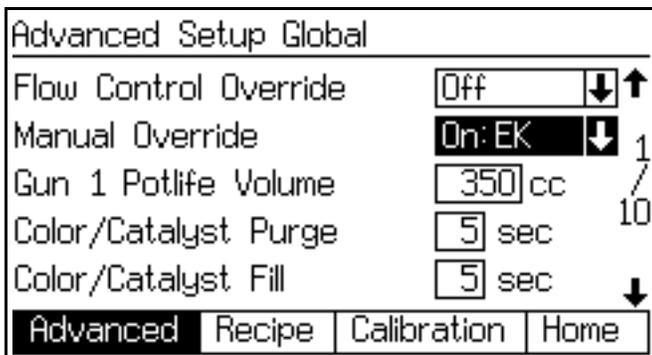

图 96. 高级设置屏幕 1
3. 进入 **高级设置屏幕 1**（参见图 96）。开启手动覆盖